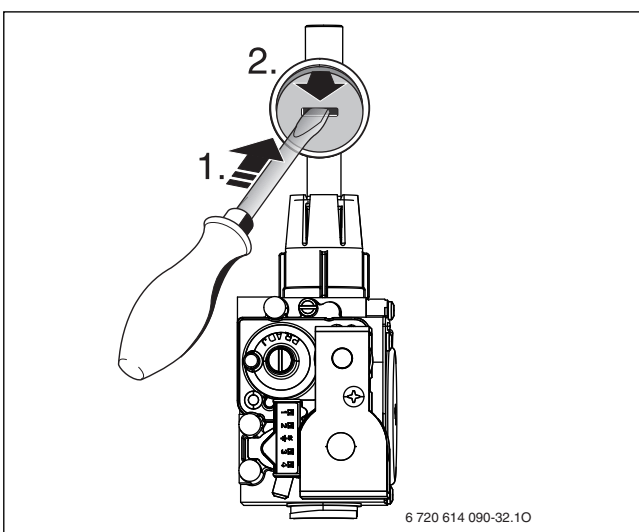

Fig. 41
- ▶ Togliere il sigillo presente sulla valvola di regolazione della portata gas (fig. 41).